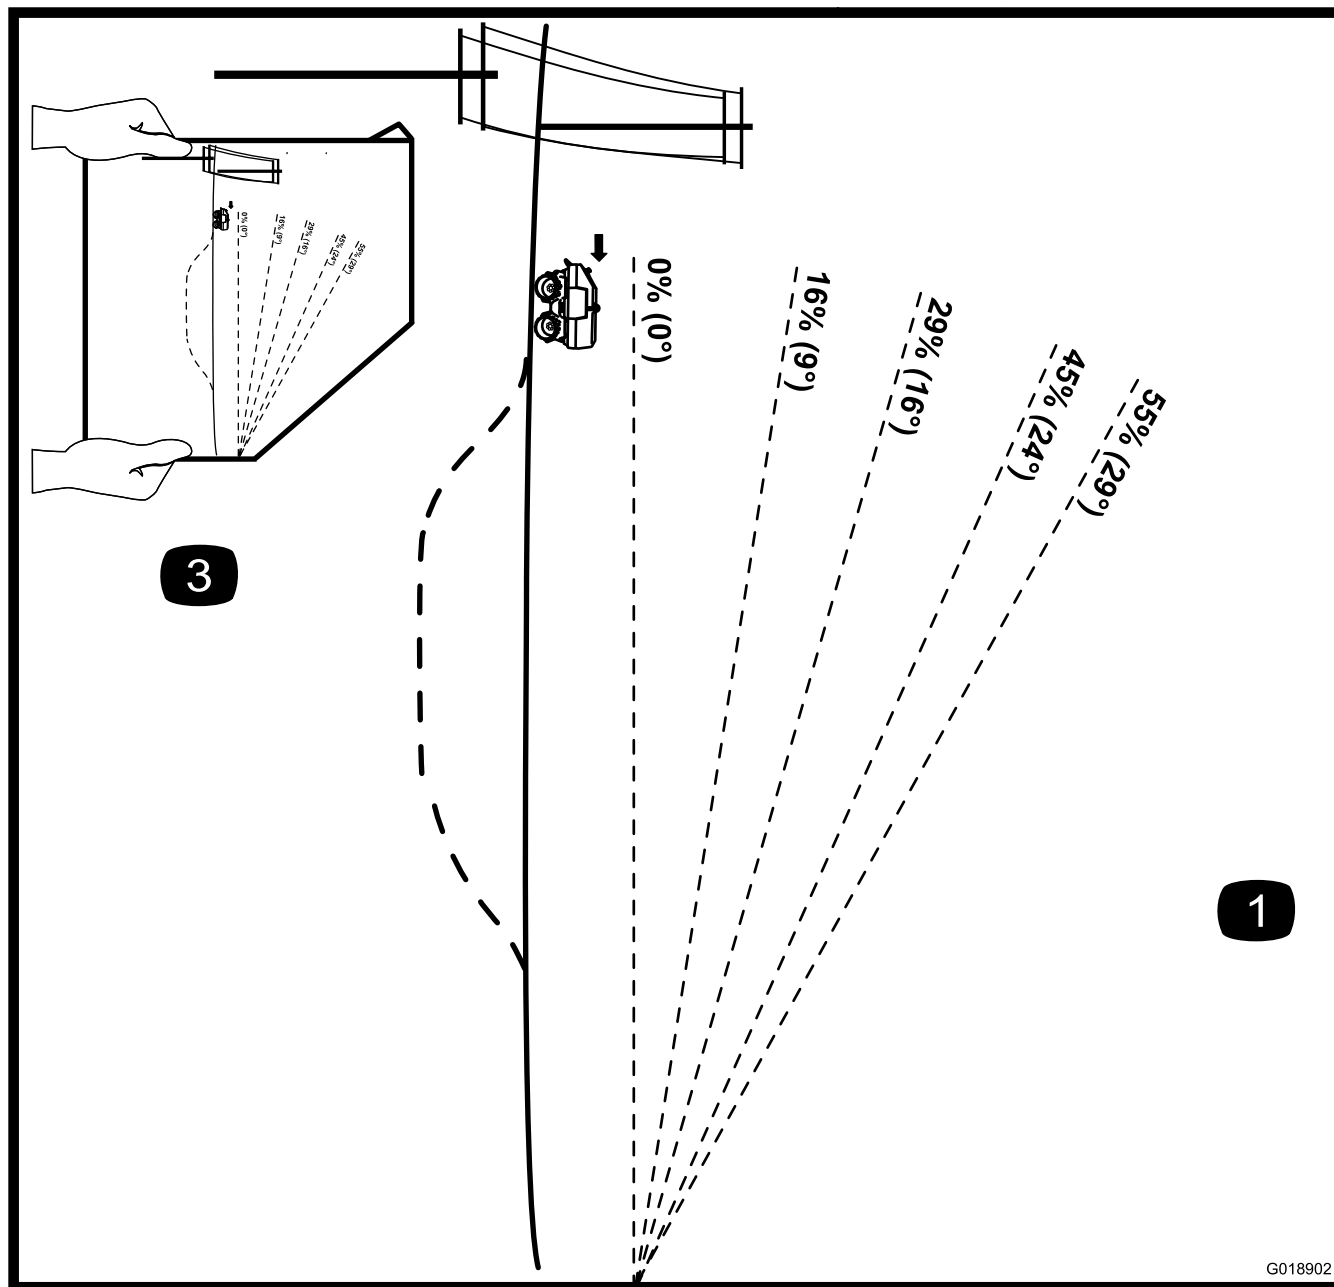

Figure 4
**Remarque:** Pour les pentes maximales, voir Figure 4.